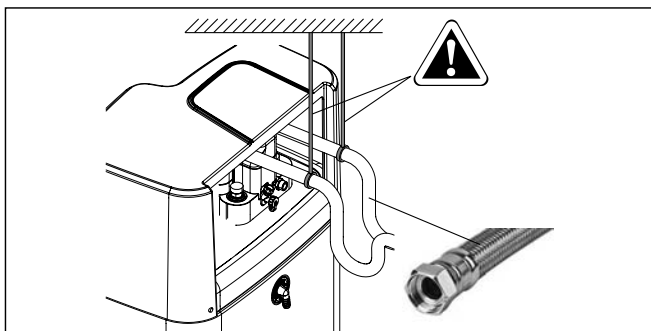

Bild 3-31 Nach hinten gerichtete hydraulische Leitungen abstützen
- Bei nach hinten gerichteten Anschlüssen: hydraulische Leitungen entsprechend den räumlichen Gegebenheiten geeignet abstützen, siehe Bild 3-31.